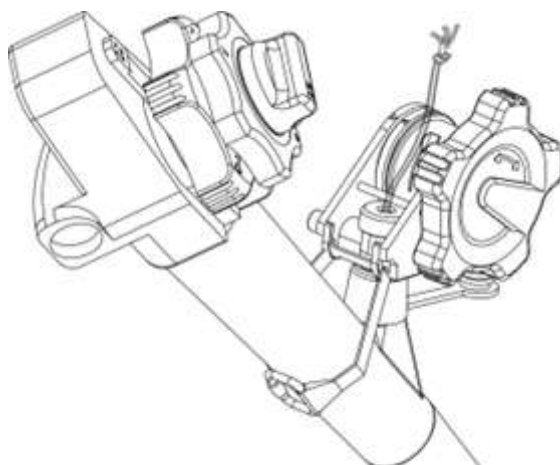

Рисунок 95
5. Потяните за загрузочный катетер с крючками со стороны ручки управления, пока петля спускового тросика из полиэтилена не обнажится, затем зафиксируйте петлю спускового тросика из полиэтилена на втулке ручки управления со звуком щелчка многополосного лигатора. Извлеките и утилизируйте загрузочный катетер с крючками из входного отверстия инструментального канала в ручке эндоскопа (Рисунок 95 и Рисунок 96).